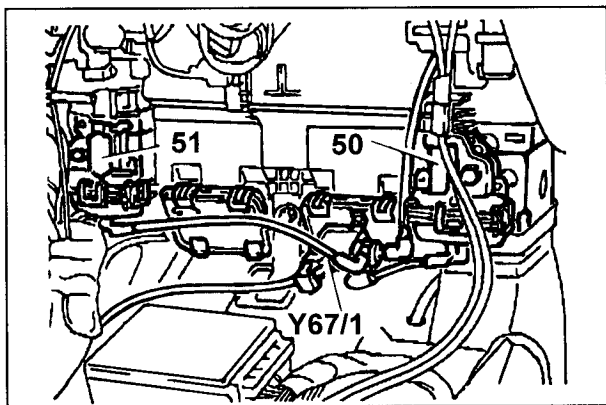

图 9-1-5 后风道叶片真空阀(Y67/1)及真空元件(50、51)
11. 后部空调接通时,由自动温度控制系统(前部)控制的后乘客舱脚部通风口的叶片将被关闭。这项工作将由后风道叶片真空阀(Y67/1)及真空元件 50 及 51 控制,见图 9-1-5。